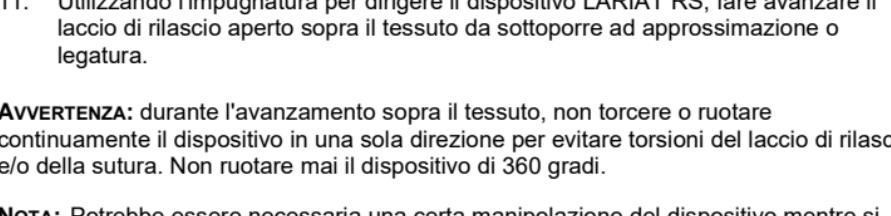

Figura 3 Apertura del laccio di rilascio
9. Se si utilizza la cannula SofTIP o il trocar, fare avanzare l'introduttore del loop dall'impugnatura verso la punta fino a coprire il laccio di rilascio chiuso. Introdurre LARIAT RS nella cannula SofTIP o trocar. Tirare indietro l'introduttore del loop finché non si blocca sul dispositivo di scarico trazione, come mostrato in Figura 3.
10. Per aprire il laccio di rilascio, fare avanzare il cursore di azionamento del laccio fino all'arresto, con il laccio completamente aperto come indicato dal simbolo “O” (ovale) e come mostrato in Figura 3.